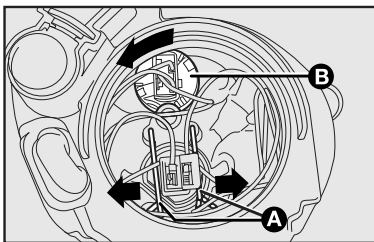

fig. 16
- desengatar as duas molas de fixação das lâmpadas **A-fig. 16**, puxando e deslocando as extremidades das mesmas para fora no sentido das setas **A-fig. 16**.
- girar no sentido anti-horário o porta-lâmpada **B-fig. 16** e desapertá-lo;